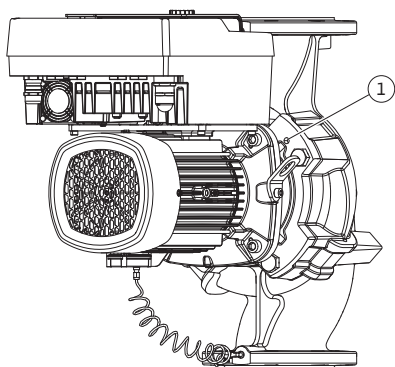

Fig. 104: Borttagning av instickssatsen via gänghålen
12. Lossa skruvarna pos. 29 för pumptyp (Fig. III, IV). Använd de två gänghålen (Fig. 104, pos. 1) som sitter jämte, och använd lämpliga skruvar som tillhandahålls på plats (t.ex. M10 x 25 mm). Ta bort instickssatsen från pumphuset.